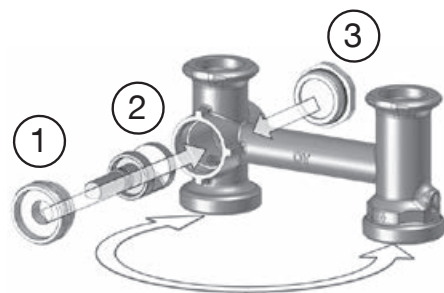

Fig. 21
3. Remonter le manchon (1), le boisseau de la vanne (2) et le bouchon en laiton (3) dans le corps de la vanne comme indiqué sur la fig. 21.